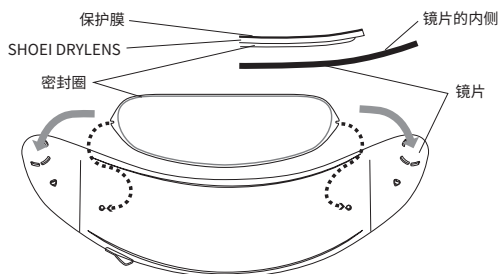

图2
2-1 Montera SHOEI DRYLENS så att förseglingen mellan linsen och visiret är enligt bild 2. Dra före monteringen bort ungefär en tum (ca 2,5 cm) av skyddsfilmen från både höger och vänster sida på SHOEI DRYLENS. Rengör visiret invändigt innan du monterar SHOEI DRYLENS. Vidrör inte förseglingssidan på SHOEI DRYLENS.
❷-1 准备SHOEI DRYLENS,剥离保护膜的两端,使密封圈所在面紧贴镜片安装。(图2)